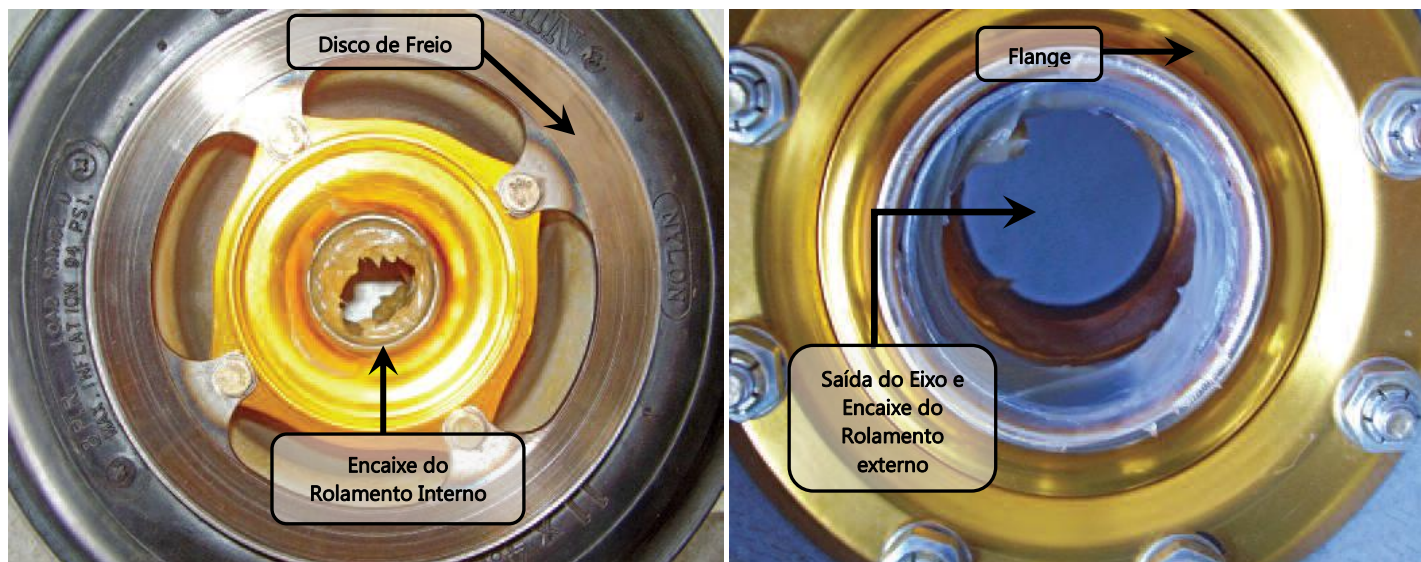

Figura 32.40.20 - Lubrificação na capa do rolamento.
4. Realizar o mesmo procedimento com as capas dos rolamentos, presas ao cubo, conforme figura 32.40.20